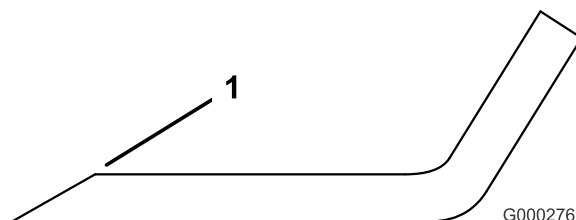

Figure 88
- Examinez les tranchants de toutes les lames. Aiguissez-les s'ils sont émoussés ou ébréchés. N'aiguissez que le haut du tranchant et conservez l'angle de coupe d'origine pour obtenir une coupe nette (Figure 88). Limez la même quantité de métal sur chacun des deux tranchants pour ne pas déséquilibrer la lame.